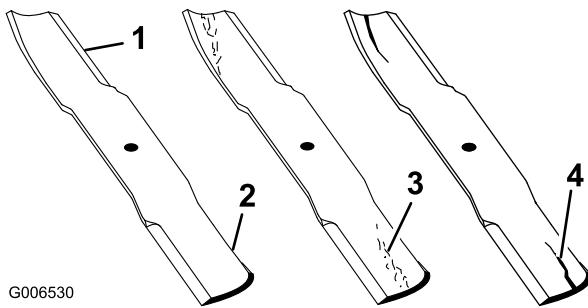

Figura 22
2. Examine cuidadosamente los extremos de corte de la cuchilla, sobre todo en el punto de reunión entre la parte plana y la parte curva de la cuchilla (Figura 22). Puesto que la arena y los materiales abrasivos pueden desgastar el metal que conecta las partes curva y plana de la cuchilla, compruebe la cuchilla antes de utilizar la máquina. Si observa señales de desgaste
(Figura 22), cambie la cuchilla; consulte Cómo retirar la cuchilla.
Si se permite que la cuchilla se desgaste, se formará una hendidura entre la vela y la parte plana de la cuchilla (Figura 22). Con el tiempo, una parte de la cuchilla podría desprenderse y salir lanzada desde debajo de la carcasa, posiblemente causando lesiones graves a usted o a otra persona.